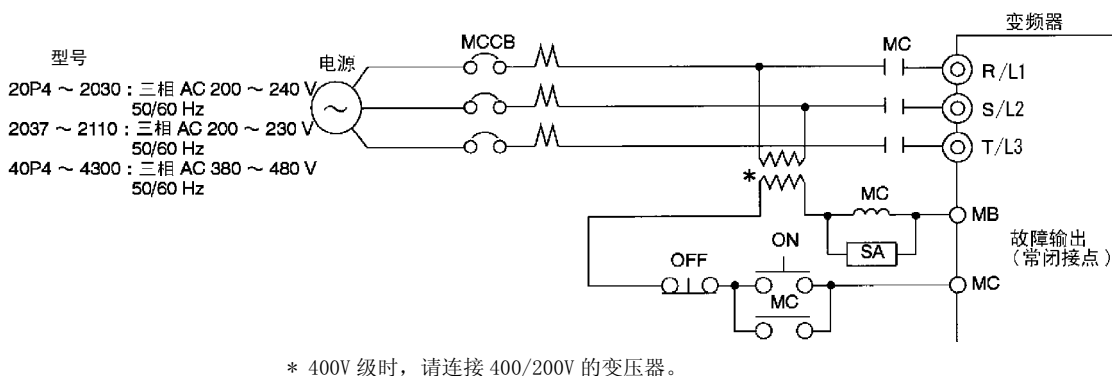

图 2.6 安装接线用断路器
- MCCB 由多台变频器或与其它机器共同使用时，请如图 2.6 所示，接入故障输出时电源关闭的顺控器。